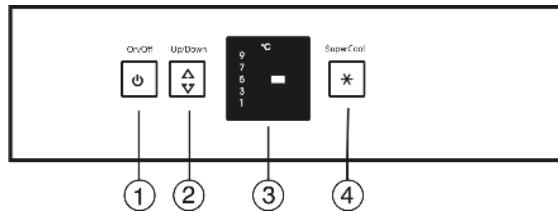

Fig. 2
► Taste On/Off Fig. 2 (1) drücken.
- Temperaturfunktion aufrufen: Einmal Einstelltaste *Fig. 2 (2)* drücken.
- Einstelltaste *Fig. 2 (2)* so oft drücken bis die LED der gewünschten Temperatur leuchtet.
- Taste SuperCool *Fig. 2 (4)* kurz drücken.